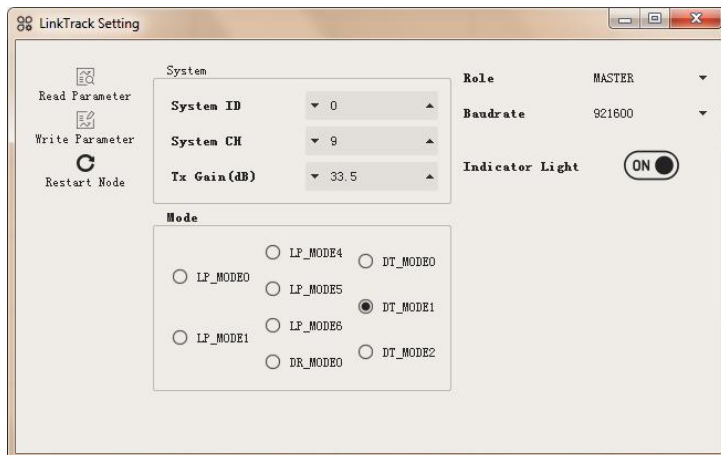
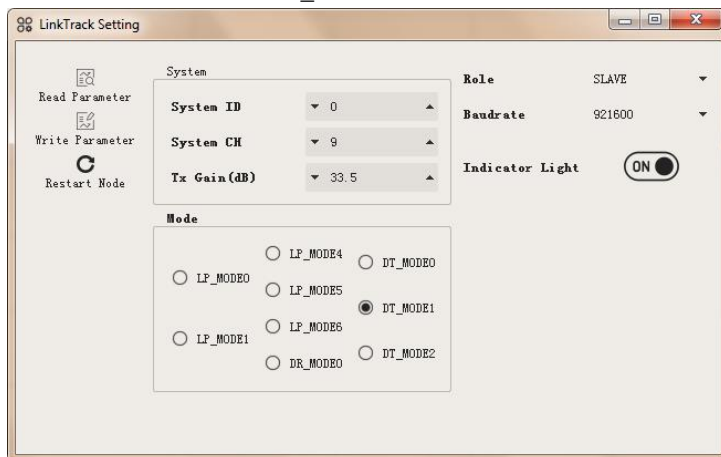

图 14: DT_MODE1 下 M 配置图
图 15: DT_MODE1 下 S 配置图
1. **【配置系统】**准备 2 个 LT 节点，通过 NAssistant 配置一个节点为 1 个 MASTER，简记为 M；配置另外 1 个节点为 SLAVE，简记为 S。图 14 为 M 的配置，图 15 为 S 的配置。